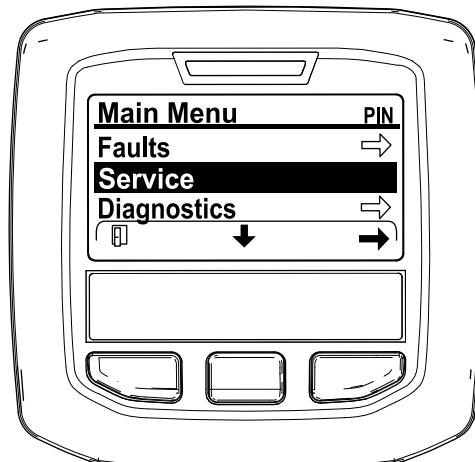

Figure 42
2. Naviguez jusqu'au MENU PRINCIPAL, appuyez sur le bouton central pour parcourir le MENU ENTRETIEN, et appuyez sur le bouton droit pour sélectionner l'option ENTRETIEN (Figure 42).